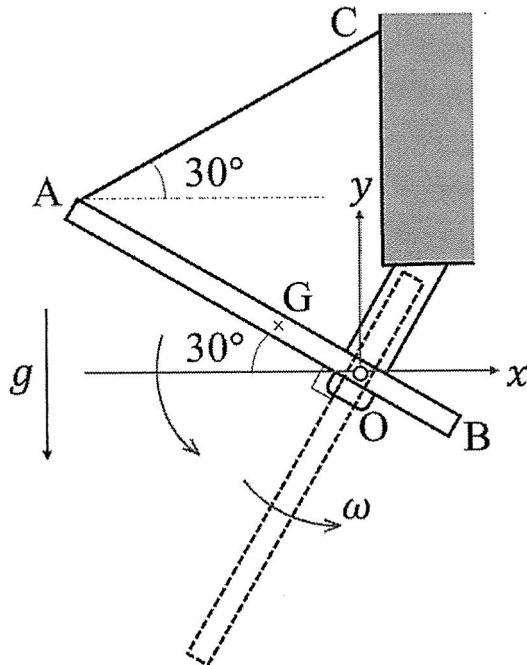

図 1
- (1) ピン支持点 O に関する剛体棒 AB の慣性モーメント I_o を求めよ。
- (2) 図 1 のように剛体棒 AB が平衡状態にあるとき, ケーブルの張力 T を求めよ。
- (3) ケーブルを静かに切り離した直後の剛体棒 AB の回転角加速度 α を求めよ。
- (4) ケーブルを切り離した後, 剛体棒 AB は 90° 回転して図 1 の点線の位置に到達した。このときの剛体棒 AB の回転角速度 ω を求めよ。